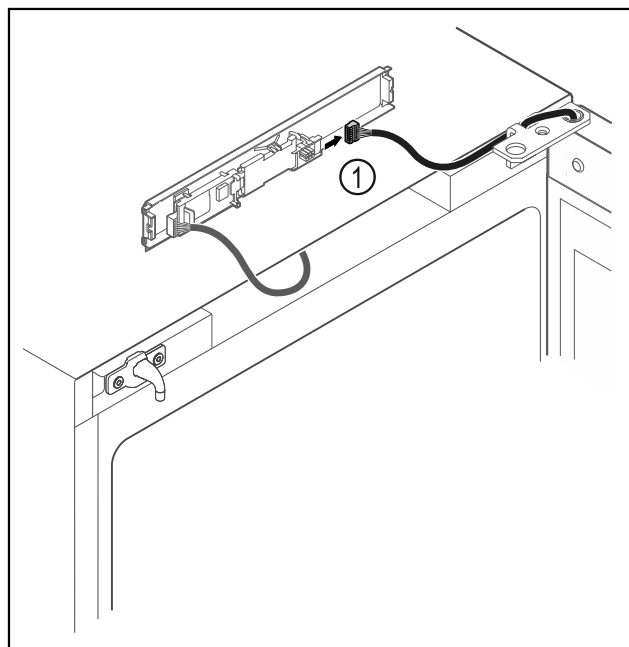

Fig. 17
- Scollegare il connettore Fig. 17 (1) dalla scheda.